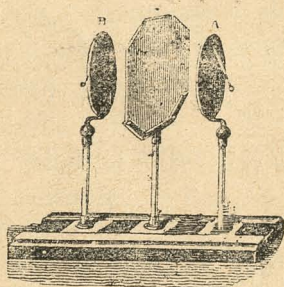

Fig. 171.—Condensador de platillos.
2. **Condensador de platillos.**—El *condensador de platillos* ó *de Epinus* (fig. 171) se compone de dos platillos